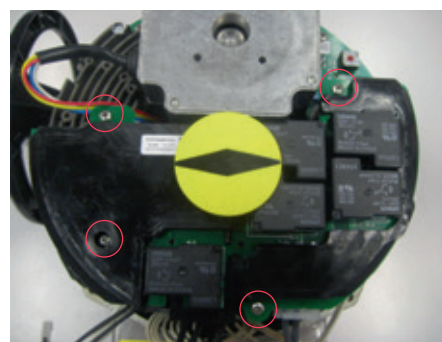

Figura 20
- Posizionare la scheda OM13 sopra i distanziali del dissipatore (se necessario, usare distanziali in plastica da 3,2 mm di altezza) e serrare le 4 viti (Figura 20).